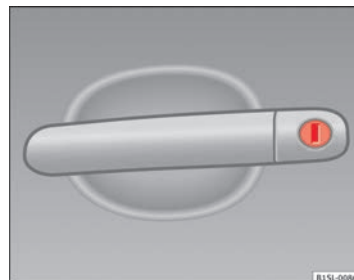

Fig. 132 Poignée de la porte du conducteur avec barillet de serrure.
- Introduisez le panneton dans le barillet de serrure et déverrouillez ou verrouillez le véhicule ⇒ fig. 132.